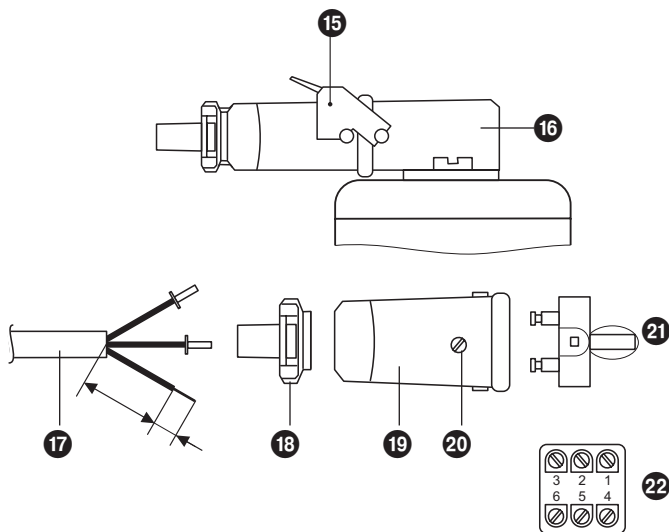

Fig. 4
1. Haltebügel 15 hochklappen und Steckeroberteil 19 von der Niveauelektrode abziehen. **Fig. 4**
1. Haltebügel **15** hochklappen und Steckeroberteil **19** von der Niveauelektrode abziehen. **Fig. 4**